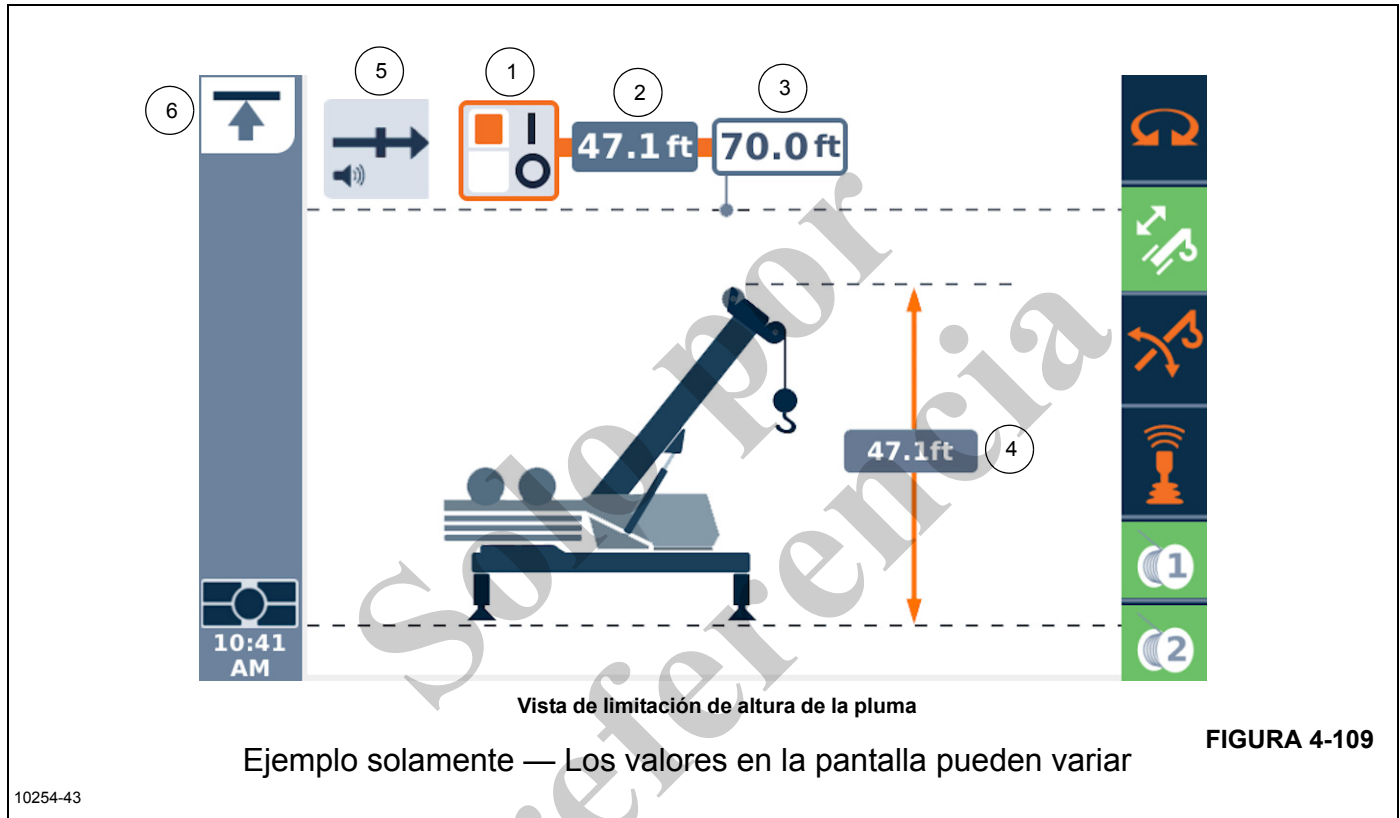

FIGURA 4-109
Si se selecciona la limitación de altura de la pluma en el menú de limitaciones del WRL, se muestra la pantalla de limitación de altura de la pluma (Figura 4-109).
selector (5, Figura 4-63) cambia el icono resaltado en la pantalla. A medida que las teclas de flecha se oprimen, otros iconos serán resaltados, donde el color naranja por lo general significa que el objeto está seleccionado y que puede modificarse con acciones posteriores. En la Figura 4-109, el elemento 1 está resaltado de color naranja.
El menú de limitación de altura de la pluma, permite al operador establecer un límite para la altura máxima de la pluma. El elemento (6, Figura 4-109) muestra el icono de limitación de altura de la pluma. Tabla 4-9 enumera los símbolos de la vista de limitaciones del WRL.
3. Seleccione el menú de limitación de altura de la pluma (4, Figura 4-108). **NOTA:** El icono de limitación de altura de la pluma (6, Figura 4-109) se muestra en el lado superior izquierdo de la pantalla del ODM.
5. Habilite la limitación con el cuadrante selector (5, Figura 4-63) o las teclas de flecha (4, Figura 4-62) para moverse y seleccionar el símbolo del interruptor de habilitación/inhabilitación Encendido/Apagado (1, Figura 4-109). **NOTA:** El interruptor (1, Figura 4-109) es un interruptor de palanca. Haga clic en OK (Aceptar) (5, Figura 4-62) o en el cuadrante selector (5, Figura 4-63) para alternar el interruptor.
3. Seleccione la pantalla de menú de limitación de altura de pluma (4, Figura 4-108). **NOTA:** El icono de limitación de altura de la pluma (6, Figura 4-109) se muestra en el lado superior izquierdo de la pantalla del ODM.
4. Habilite la limitación usando el cuadrante selector (5, Figura 4-63) o las teclas de flecha (4, Figura 4-62) y muévase al interruptor de habilitación/inhabilitación (1, Figura 4-109). **NOTA:** El interruptor (1, Figura 4-109) es el interruptor de habilitación/inhabilitación y es de tipo palanca. Haga clic en OK (Aceptar) (5, Figura 4-62) o en el cuadrante selector (5, Figura 4-63) para alternar el interruptor. Haga clic en OK (Aceptar).
5. Use la tecla de función de flecha derecha para resaltar el valor de limitación (3, Figura 4-109). Use el botón OK (Aceptar) (5, Figura 4-62) para comenzar a introducir el valor. Use la flecha arriba, la flecha abajo o el cuadrante selector (5, Figura 4-63) para cambiar el valor (en décimos) al valor de la altura de punta que desea.
2. Use las teclas de función flecha izquierda o flecha derecha (4, Figura 4-62) para resaltar el símbolo del interruptor de habilitación/inhabilitación (3, Figura 4-109). Habilitado es "1" e inhabilitado es "0".